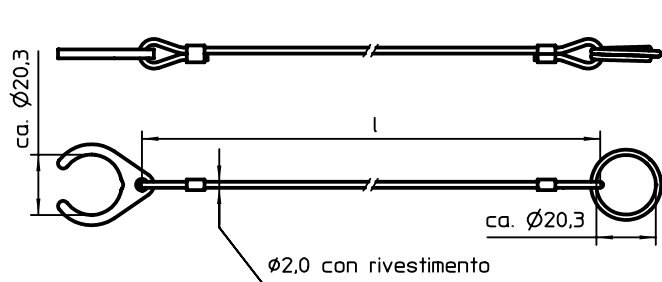

fig. 1
Acciaio inox, con clip e anello di ritegno – Fig. 1
Con intaglio (S) – Fig. 1